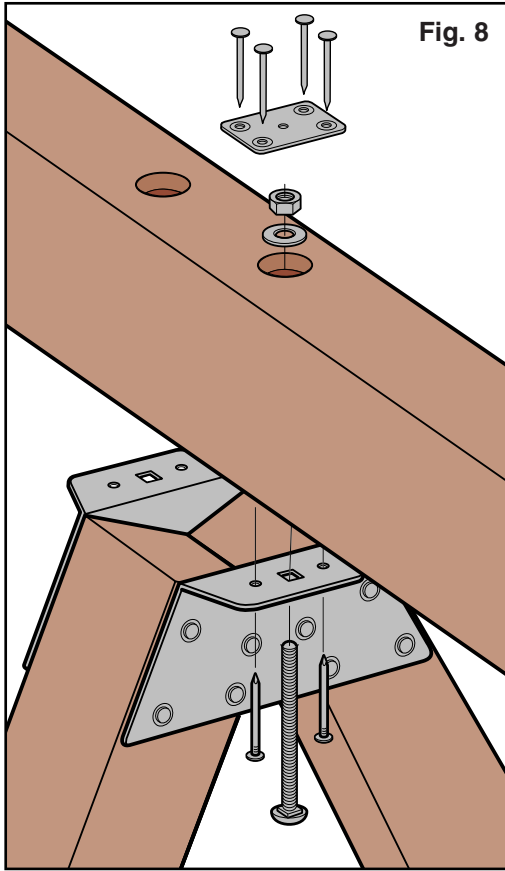
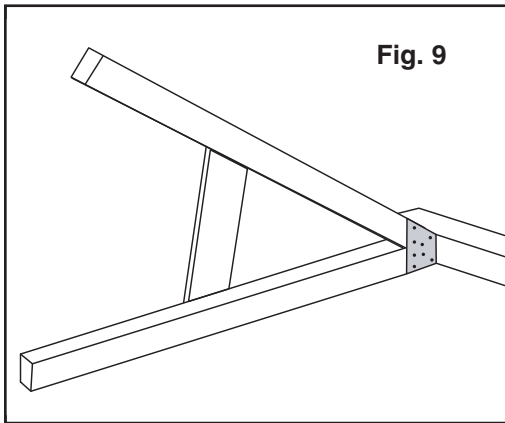

Fig. 8
Fig. 9
3. Remove beam covers and unbolt the slide platform from the swing beam as shown in Fig. 8.
4. Prior to unbolting the A-Frame at the end of the swing beam (Fig. 5) it is advised that with the help of at least one other person lay the beam to the ground as shown in Fig. 9. After moving to the ground proceed to remove beam covers and unbolt the slide platform from swing beam as shown in Fig. 8.
3. Retirar las cubiertas de viga y los pernos de la plataforma de deslizamiento de la viga del columpio, como se muestra en la Fig. 8.
4. Antes de quitar los pernos de la estructura en A, ubicada en el extremo de la viga del columpio, (Fig. 5), se recomienda que, con la ayuda de al menos otra persona, coloque la viga en el suelo como lo muestra la Fig. 9. Luego de colocarla en el suelo, proceder a quitar las cubiertas de viga y los pernos de la plataforma de deslizamiento de la viga del columpio, como se muestra en la Fig. 8.
3. Enlevez toutes les enveloppes de poutre et retirez les boulons qui unissent la plateforme du toboggan avec la poutre du portique de balançoire tel qu'illustré à la Fig. 8.
4. Avant de déboulonner le cadre en A au bout de la poutre du portique (Fig. 5) il est recommandé de placer cette poutre sur le sol avec l'aide d'au moins une autre personne, tel qu'illustré à la Fig. 9. Après l'avoir posée sur le sol, enlevez les enveloppes de poutre et retirez les boulons qui unissent la poutre à la plateforme du toboggan, tel qu'illustré à la Fig. 8.